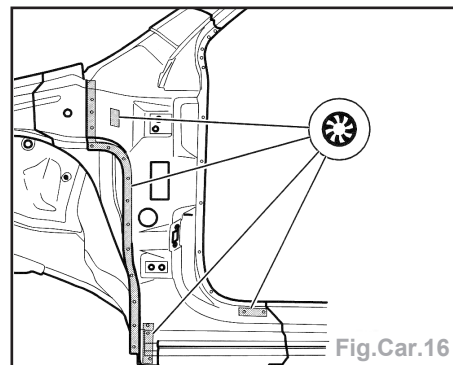

Fig.Car.16
- Souder la partie restante par soudure à bouchon sous gaz (Fig.Car.16).